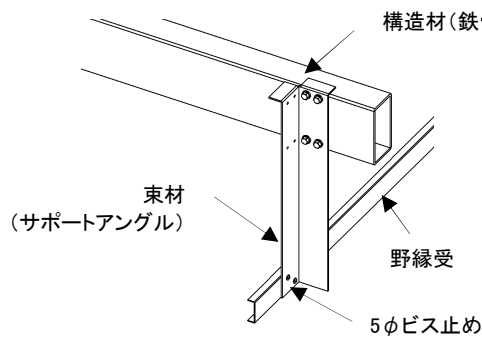

図 2-2 野縁受 接続部
- ・野縁受は天井高さを調整し、束材に5φビス（2本）止めて取り付ける。（図2-2参照）